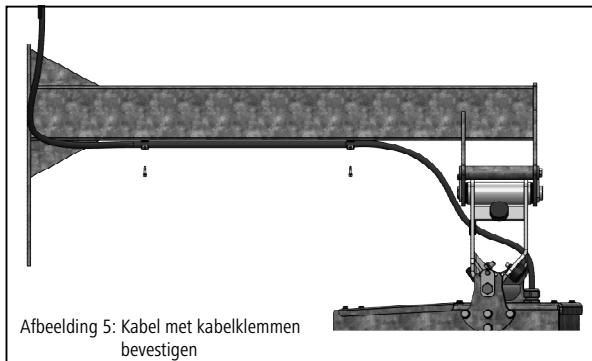

Afbeelding 4: Montage bovenste as scharnierdeel
1. Bovenste as (afb. 4 – pos. 6) uit scharnierdeel demonteren.
5. Bovenste as (afb. 4 – pos. 6) door lager in hangarm en scharnierdeel schuiven en monteren.
6. De as met bevestigingsschroef M14 (afb. 4 – pos. 10) bevestigen.
7. De as met schroef (afb. 4 – pos. 18) en zelfborgende moer (afb. 4 – pos. 19) tegen verdraaien beveiligen.
8. De bevestigingsschroef M14 met borgplaat (afb. 4 – pos. 11), schroef (afb. 4 – pos. 11), veering (afb. 4 – pos. 12) en zelfborgende moer (afb. 4 – pos. 13) tegen loskomen beveiligen. Bevestig de motorkabel met klemmen en zelftappende schroeven aan de hangarm (afb. 5).